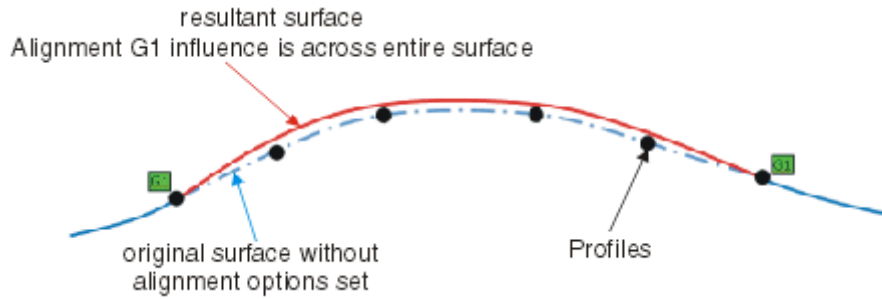

Figura 2.119 Ejemplo de alineamiento Global.
- **Global:** las continuidades asignadas a un borde determinado influyen en la forma de toda la superficie, independientemente de las guías y perfiles seleccionados. Dependiendo de los ajustes de aproximación, se puede perder la precisión del resultado (*Figura 2.119*).